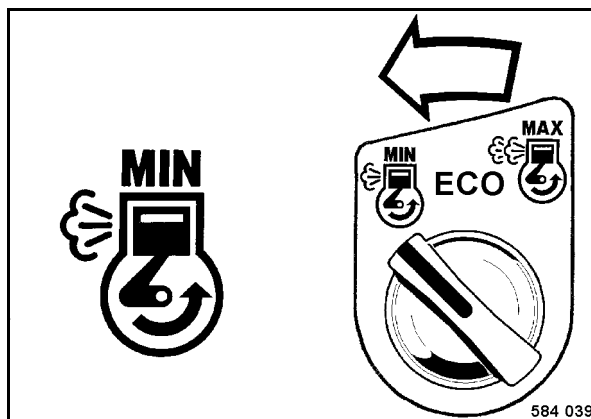

Fig. 65
- Poner el interruptor giratorio r.p.m. del motor (Fig. 65) hacia la izquierda a posición "MIN" (marcha en vacío).